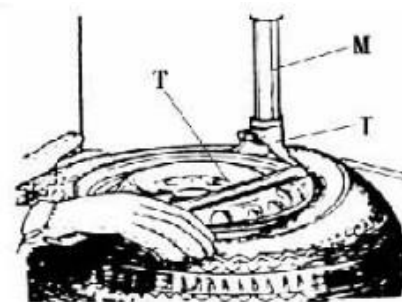

Рис. 6
Опустите вертикальную направляющую (M), чтобы монтажная головка (I) оказалась над ободом колеса. Зафиксируйте вертикальную направляющую в этом положении с помощью рукоятки блокировки (K). Монтажная головка автоматически поднимается над закраиной обода на 2-3 мм. Вставьте монтажную лопатку (T) между бортом шины и передней частью монтажной головки (I), подцепите борт шины на монтажную головку, как показано на **рис. 6**.
Удерживая монтажную лопатку (T), как показано на рис.6, поверните стол (Y) по часовой стрелке нажатием на педаль (Z). Закончите операцию после полного отделения борта шины. Повторите эту операцию для другой части покрышки. Нажмите педаль (H), чтобы откинуть колонну назад, снимите шину.